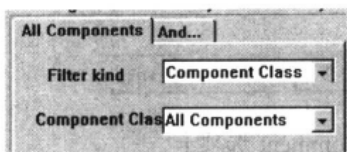

图 10-68 规则范围设置为指定元件类
- **Component Class:** 指定元件类。选择此项后，规则适用范围为指定的一类元件，可在 Component Class 下拉列表中选择元件类型，如图 10-68 所示。